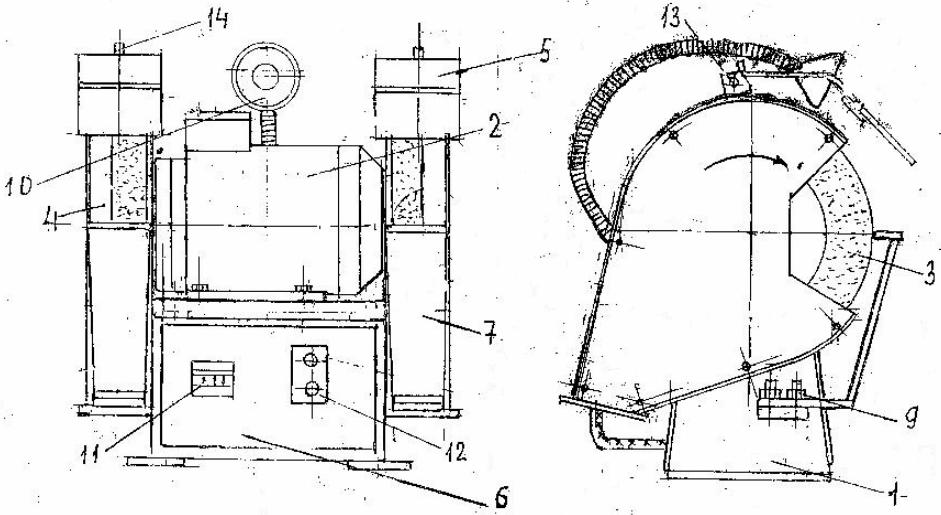

Рис. 1
### 6.1. Станок состоит из следующих основных частей (рис.1):
7.3. На кожухе установлен защитный экран 5 (см. рис. 1), который может откидываться, поворачиваясь вокруг оси 13. Положение экрана может регулироваться относительно круга с помощью винта 14.